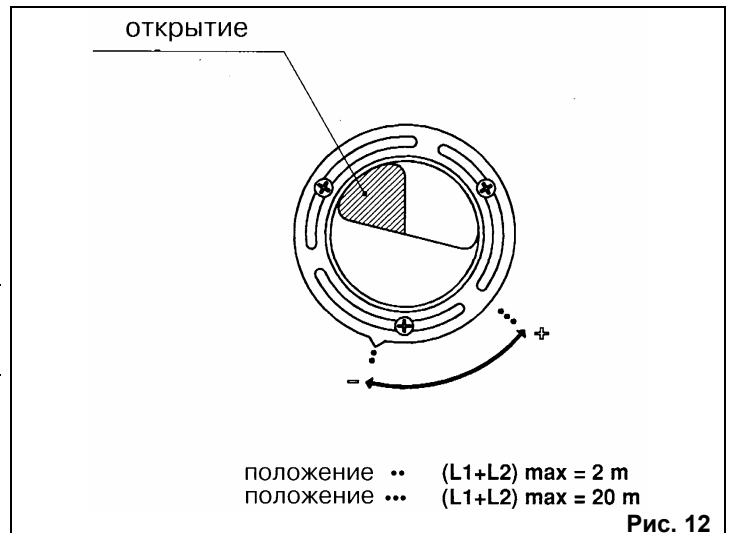

Рис. 12
*Патрубок забора воздуха должен быть установлен с указателем, повернутым в сторону нижней части котла (см. рис. 12)*